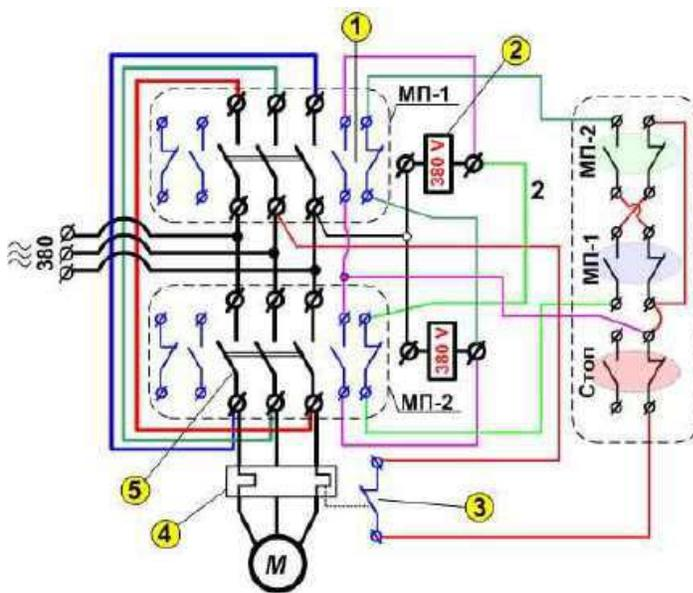

Рис.1 Реверсивная схема магнитного пускателя
9. Какие контакты на рис.1 входят в силовую цепь